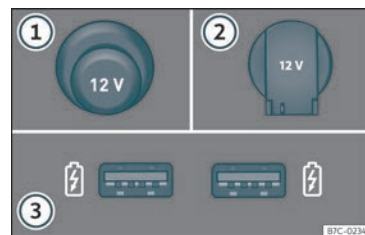

Fig. 121 Preses de corrent de 12 volts del vehicle.
Preses de corrent de 12 volts »» fig. 121:
- Traieu el tap situat a la consola central de la presa de corrent >>> **fig. 121 ①**.
- Aixequu la tapa de la presa de corrent >>> **fig. 121 ②**.
Aquestes entrades USB són a la part posterior de la consola, entre els seients del davant >>> **fig. 121 ③**. Aquests connectors poden treballar a una potència màxima de fins a 10,5 W per port.